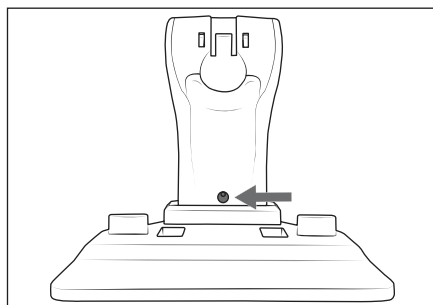

Fig. 1
- 1) Utilizzare il foro nel reggi apparecchio **20** per tracciare il foro sulla parete (Fig. 1).
- 4) Inserire la vite nel foro del reggi apparecchio **20** (Fig. 1) e avvitarela nel tassello con un cacciavite a croce.
- 3) Reinserire la vite **12** nell'apertura per vite del lato posteriore del manico **11**. Stringere la vite **12** in senso orario con un cacciavite a croce (Fig. 1).